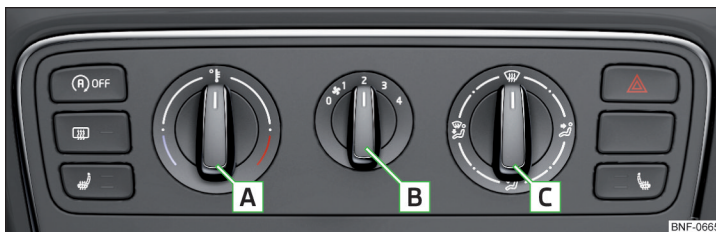
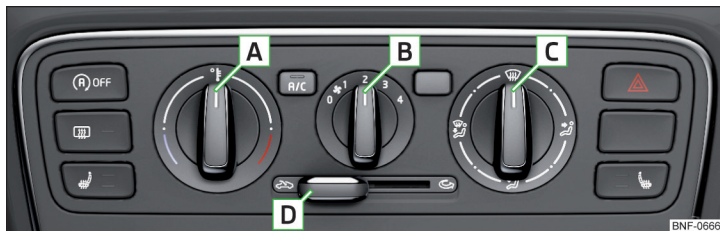

Fig. 81 Elemente de operare a încălzirii
Fig. 82 Elementele de operare a sistemului de aer condiționat
Anumite funcții pot fi reglate, resp. activate prin rotirea regulatorului, resp. apăsarea tastei corespunzătoare » fig. 81 și » fig. 82.
- ▶ Pentru **pornire**, deplasați cursorul **D** în poziția » fig. 82 la pagina 67.